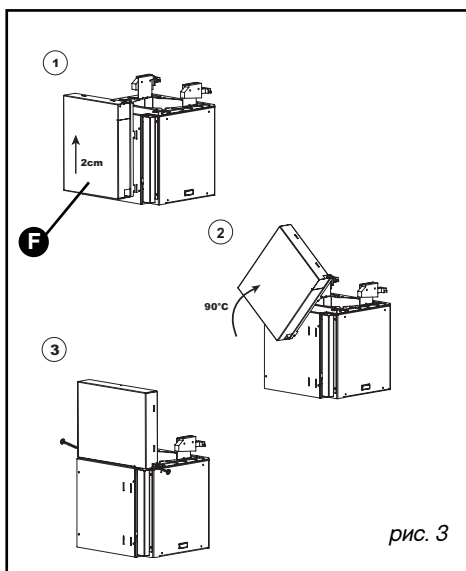

рис. 3
– Снимите клейкую ленту с кожуха (F/рис. 3)
– Приподнимите кожух примерно на 2 см, затем освободите его, проверните на 1/4 оборота, задвиньте и прикрепите при помощи 2 винтов к верхней части двигателя. (рис. 3).